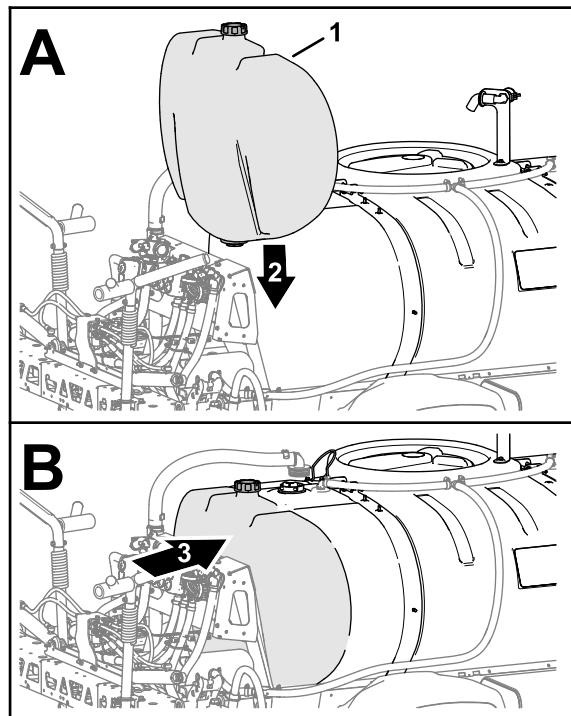

Рисунок 12
4. Если на вашей машине установлен дополнительный комплект промывного бака, установите бак на машину так, как показано на рисунке (Рисунок 12).